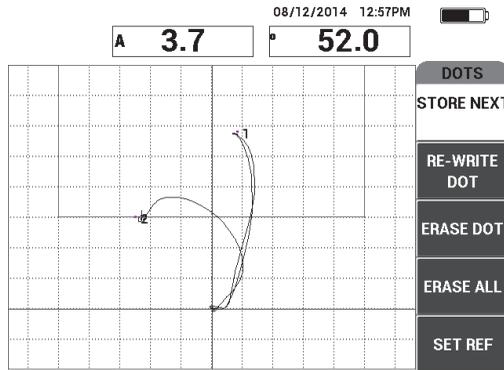

Figura 6-49 Segundo punto registrado
7. Desplace lentamente la sonda sobre la segunda pérdida de adherencia, y seleccione **STORE NEXT** (tecla de función A) para registrar el segundo punto. Ver la Figura 6-49 en la página 173.